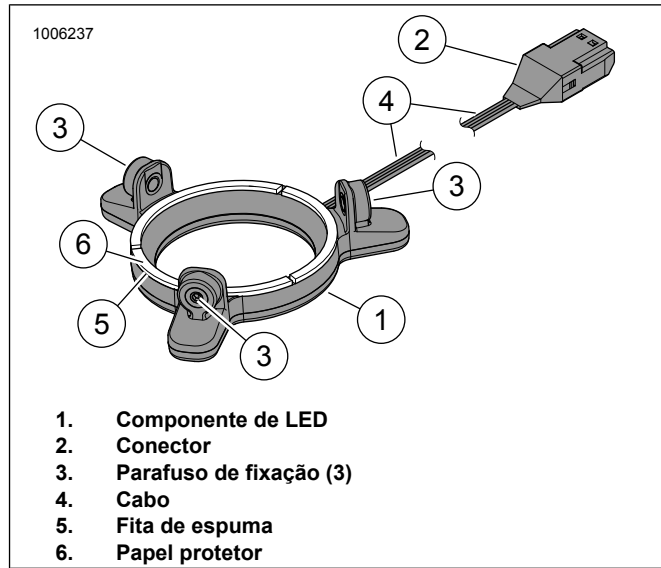

Figura 20. Luz LED, alto-falante Stage II redondo
5. Veja a figura 20. Remova o papel protetor (6) da fita de espuma (5) na parte traseira do componente de LED (1).